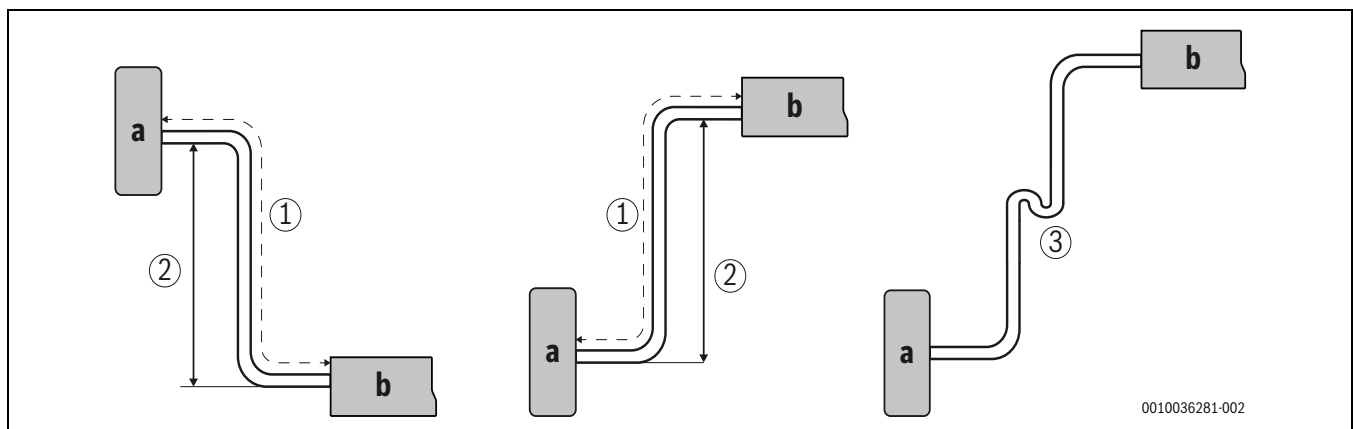

Bild 8 Rohrlänge und -steigung
2) Markierung (2) in → Abb. 8 beachten